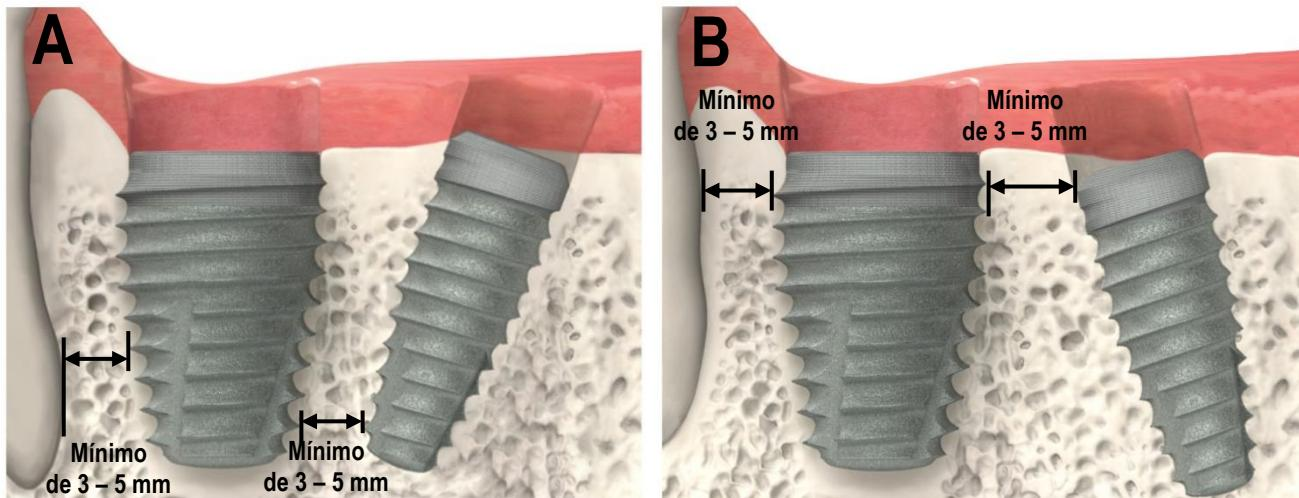

Figura 1. Avisos e Precauções (3)
Os dispositivos não devem ser utilizados em pacientes com alergia ou sensibilidade conhecida ao material dos dispositivos. Os implantes dentários podem partir-se durante o funcionamento devido a uma série de motivos, incluindo a sobrecarga resultante de uma oclusão inadequada, a fadiga do metal e o aperto excessivo do implante durante a inserção. Uma determinada percentagem de implantes pode não alcançar ou manter a osseointegração, conforme demonstrado pela mobilidade, pelo que devem ser removidos. As potenciais causas de fratura do pilar incluem, entre outras: fundição para além de um ângulo de 30 graus, fundição do titânio acima de 2010 °F (1099 °C), suporte desadequado do implante quando fixado a dentes periodontalmente comprometidos, encaixe não passivo da superestrutura, sobrecarga devida a uma oclusão indevida, assentamento incompleto de pilares cimentados e um cantilever excessivo dos pônticos. Os implantes de diâmetro pequeno com pilares curvos ou retos destinam-se à região anterior da boca, não se destinando à região posterior devido à possível falha do implante. Os Implantes IM cónicos (1) estão limitados à região molar; (2) restringidos para apenas um implante por local de extração molar; (3) devem ser colocados a 3 – 5 mm de implantes ou dentes adjacentes, em que a distância da extensão apical do implante ao implante adjacente ou ponto de contacto do implante com o dente deve ser 3 mm em relação à crista alveolar (**Figura 1**); (4) devem estar a, pelo menos, 1,5 mm das superfícies alveolares bucal ou lingual para permitir integração adequada; e (5) são utilizados quando o cirurgião determinou que a colocação de um implante mais estreito aumentaria a probabilidade de falha devido a fraca estabilidade primária ou o aumento de procedimentos cirúrgicos originaria complicações.